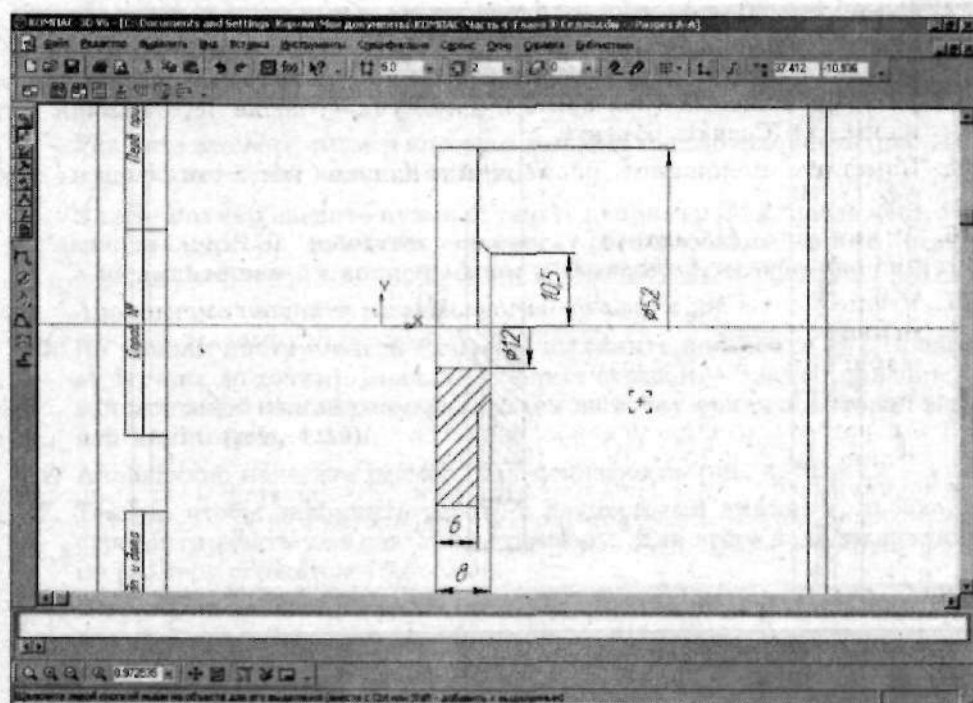

Рис. 4.39. Создайте размер при помощи инструмента Линейный от отрезка до точки
10. На панели инструментов **Размеры** щелкните по кнопке  (Линейный от отрезка до точки). Вначале укажите отрезок — место привязки первой выносной линии размера, а затем на точку привязки второй выносной линии (рис. 4.39).